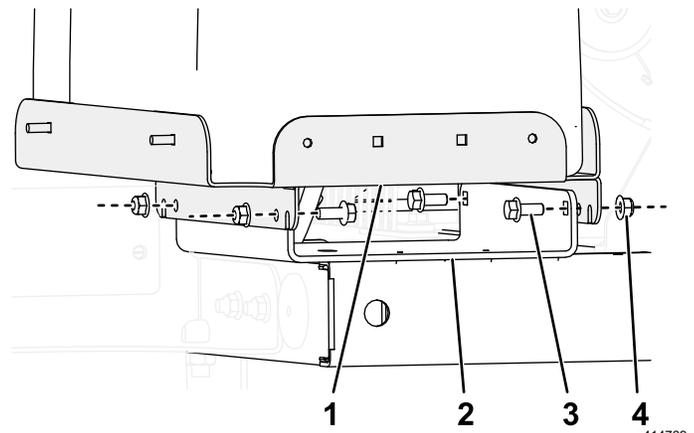

Bild 3
2. Montieren Sie die Kraftstofftankhalterung (**Bild 3**).